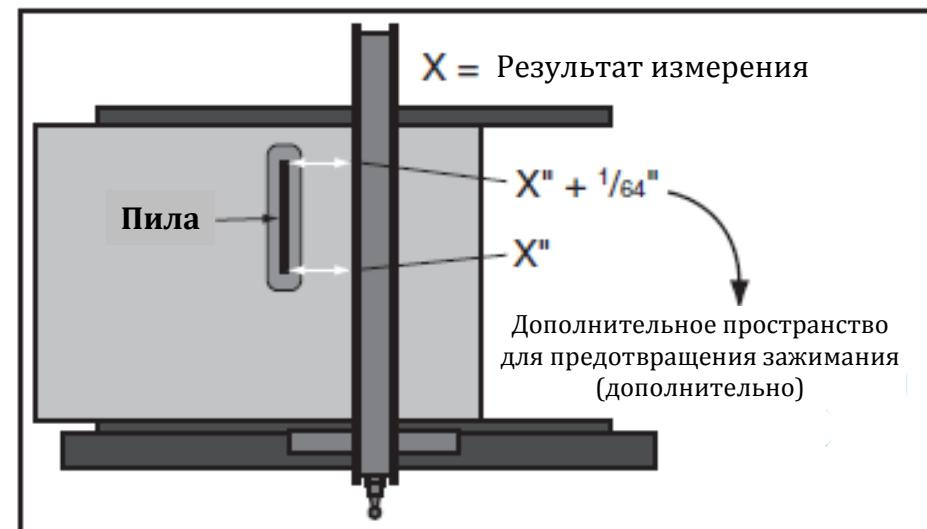

Рис. 81. Регулировка параллельного упора со смещением 0,4 мм
Некоторые деревообрабочики предпочитают смешать заднюю часть параллельного упора на 0,4 мм от диска пилы, как показано на рис. 81, для предотвращения зажимания и подгорания заготовки.
4. Измерить расстояние между зубом и плоскостью параллельного упора, как показано на рис. 81.